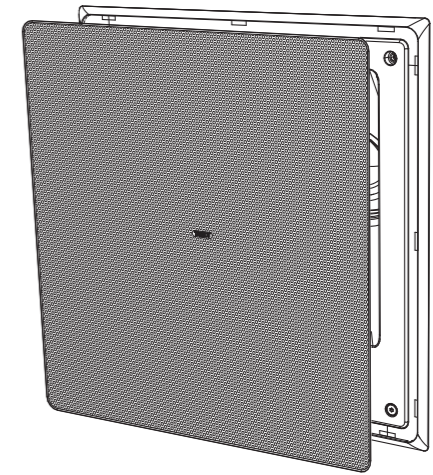

Fig. 21. Install the grille
1. La rejilla debe colocarse con cuidado alineando los bordes de la rejilla con cuidado con el deflector y los bordes interiores del marco (Fig. 21). Para evitar daños por hendiduras, no presione el centro de la rejilla; aplique una presión uniforme en cada esquina a medida que se presiona firmemente en su posición.